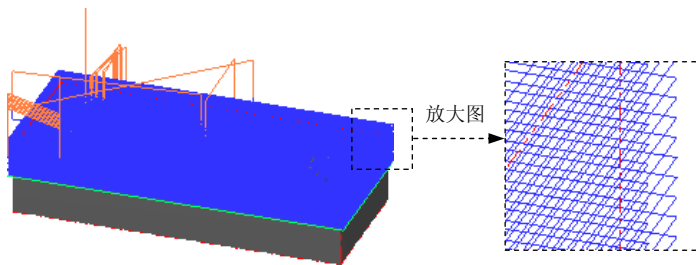

图 24.8 刀具路径
(1) 在“曲面粗加工挖槽”对话框中单击**粗加工参数**选项卡,在**Z 轴最大进给量**文本框中输入 1,在**进刀选项**区域选中**螺旋式下刀**、**由切削范围外下刀**复选框。
(2) 单击**螺旋式下刀**按钮,在系统弹出的“螺旋/斜插式下刀参数”对话框中单击**斜插进刀**选项卡,在**如果斜插下刀失败**区域选中**中断程序**单选项,单击**✓**按钮。
(3) 单击**切削深度(D)...**按钮,在系统弹出的“切削深度设置”对话框中选中**绝对坐标**单选项,然后在**绝对的深度**区域的**最高位置**文本框中输入 5,在**最低位置**文本框中输入-15。单击**✓**按钮,系统返回至“曲面粗加工挖槽”对话框。
Step11. 单击“曲面粗加工挖槽”对话框中的**✓**按钮,完成加工参数的设置,此时系统将自动生成图 24.8 所示的刀具路径。